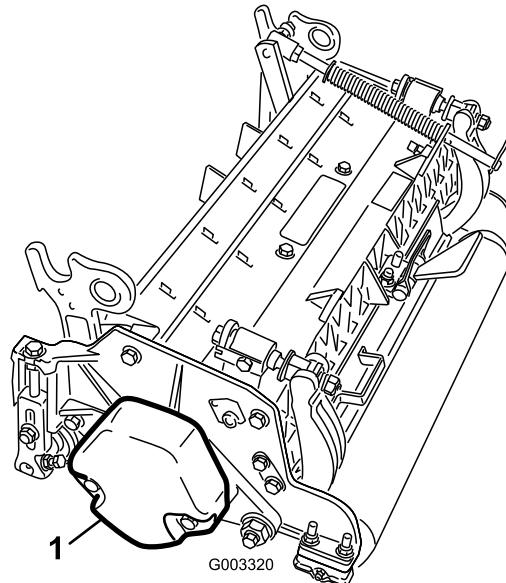

Bild 4
4. Stellen Sie sicher, dass der Gegenballast (Bild 4) am richtigen Ende der Schneideeinheit montiert ist, siehe die *Bedienungsanleitung* der Schneideeinheit.